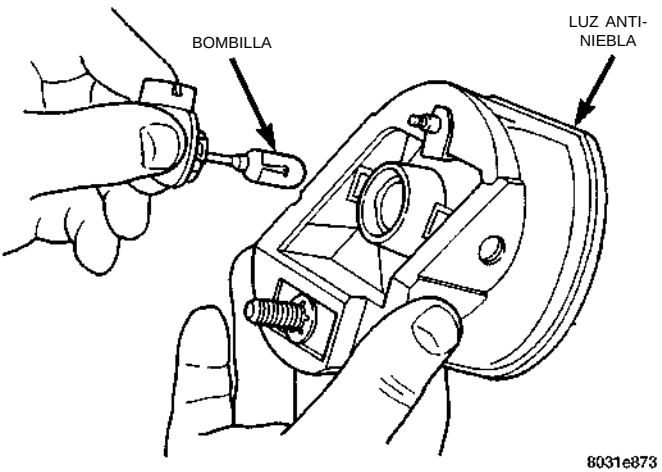

Fig. 2 Luz antiniebla
- Retire el perno que sostiene la luz antiniebla en la plancha de cierre del radiador (Fig. 2).